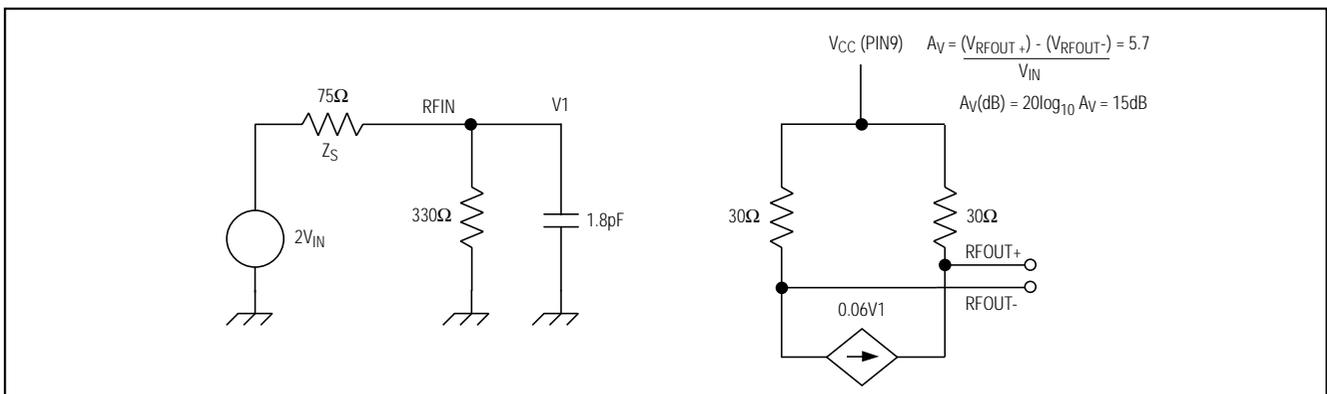

図2. LNA等価回路及びオープン回路電圧利得の計算
**Note 5:** Corresponding voltage gain at RL = 3kΩ, calculated as in Figure 2.
低ノイズアンプは44MHz～880MHzの範囲で動作し、特にケーブルテレビ及びケーブルモデムアプリケーション用として設計されています。LNAは3kΩ 負荷の駆動時に、15dBの挿入電圧利得(図2を参照)を提供
LNA入力はシングルエンドです。RF入力信号は、DCブロッキングコンデンサを通じてRFINにカップリングされています。LNA出力は、DCブロッキングコンデンサを通じてミキサなどの差動負荷を駆動します。図2に示すように、等価入力LNAインピーダンスは1.8pfと並列接続された330 の抵抗です。LNAの等価差動出力インピーダンスは約60 です。-6dB以下のS11を実現するには、ケーブル入力とMAX3524の間に1dB以上の挿入損失が必要です。この損失は、通常ケーブルモデムアプリケーションにおけるディプレクサ及びPINアッテネータから生じます。シャント抵抗をLNAの入力に追加して、反射減衰量(S11)を改善することもできます。システムの反射減衰量は、上記で説明されているように通常2dB良くなります。差動シャント抵抗のS11及び雑音指数値は、表1を参照して下さい。